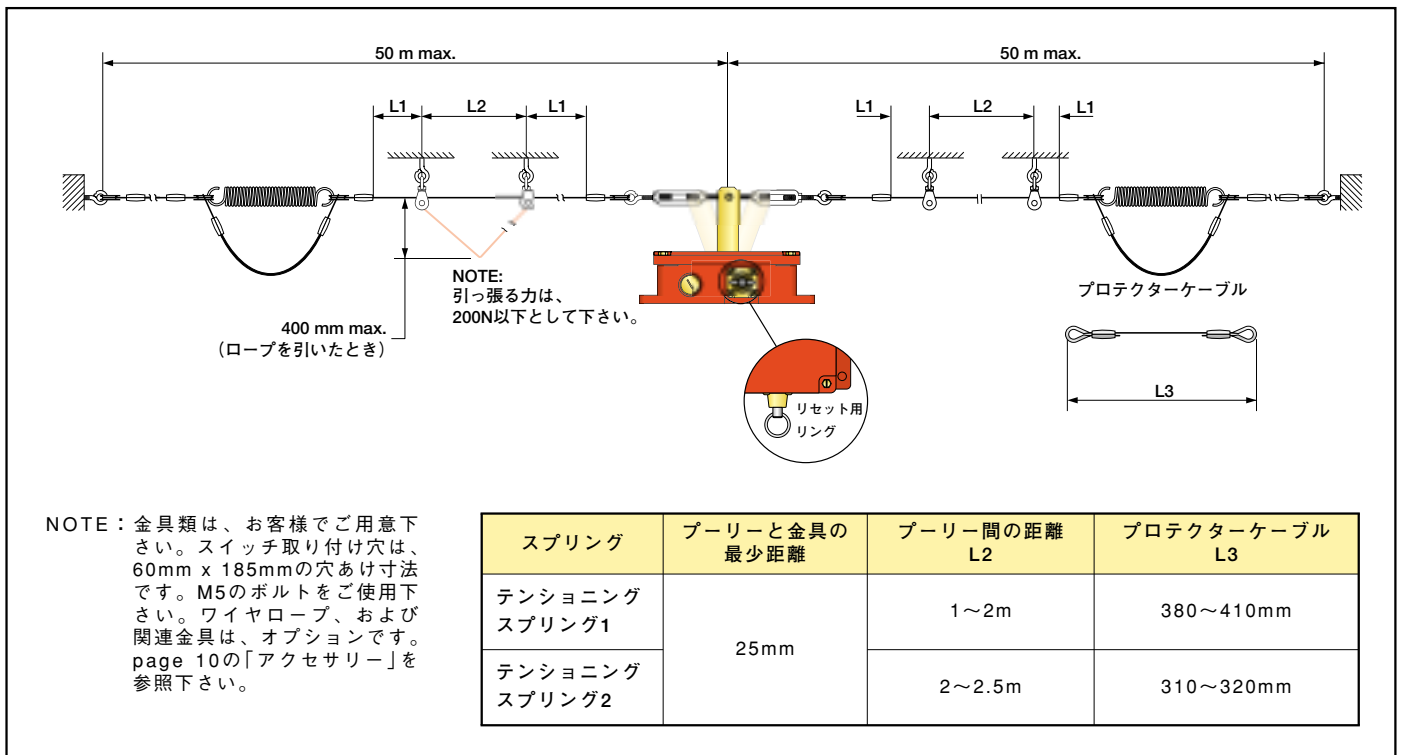

Fig.2 ロープとハードウェアの組み立て(ロープの部品はオプションです。page 10を参照下さい)
- 3) Fig.2のようにロープを組み立てます。ロープのPVCカバーを、ロープと同じ長さにします。
- Fig.2のように、ロープを最大ロープ長以上に張らないで下さい。